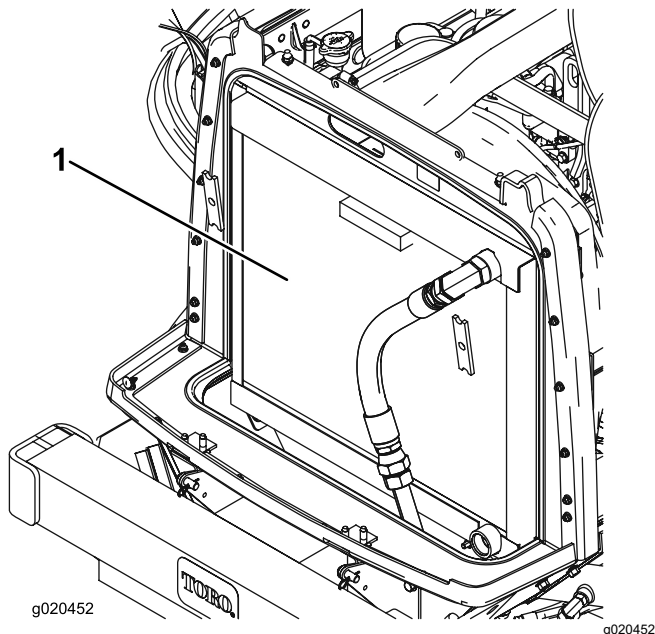

Figure 77
3. Nettoyez soigneusement les deux côtés du radiateur/refroidisseur à l'air comprimé (Figure 77).